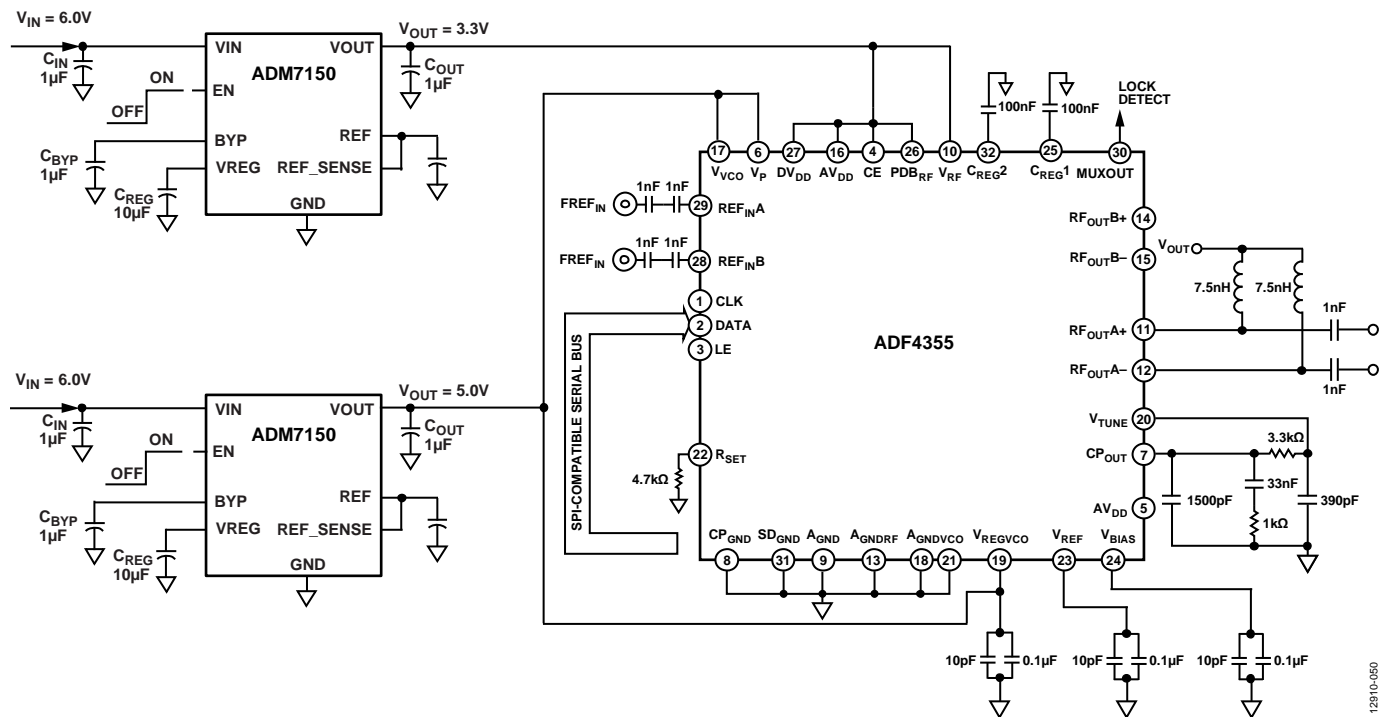

図 45. ADF4355 による電源
3.3 V 電源ピンの場合、1 個または 2 個の ADM7150 レギュレータを使用してください。図 45 に推奨接続を示します。